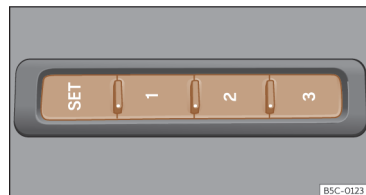

Abb. 89 Außen am Fahrersitz: Memory-Tasten.
- Taste **SET** länger als 1 Sekunde drücken >>> (Abb. 89).